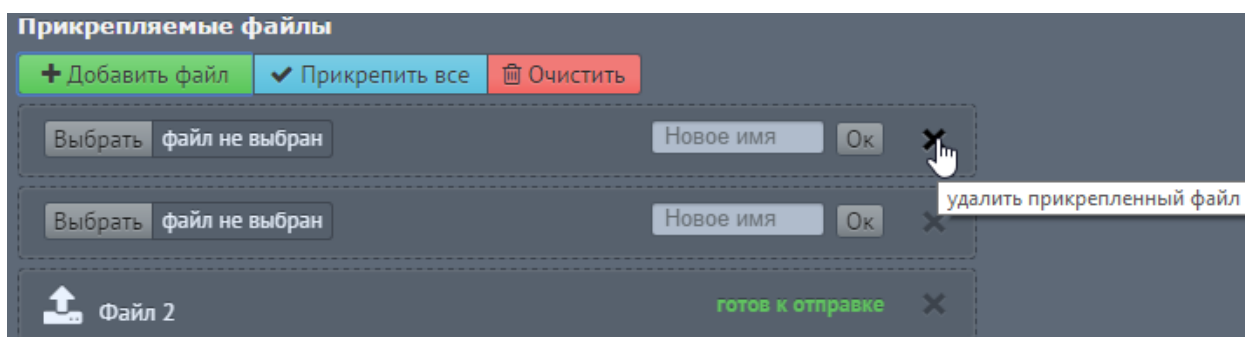

Рисунок 51 – Удаление прикрепленного файла
- Чтобы удалить один из добавленных файлов, нажмите  справа от файла (Рисунок 51):